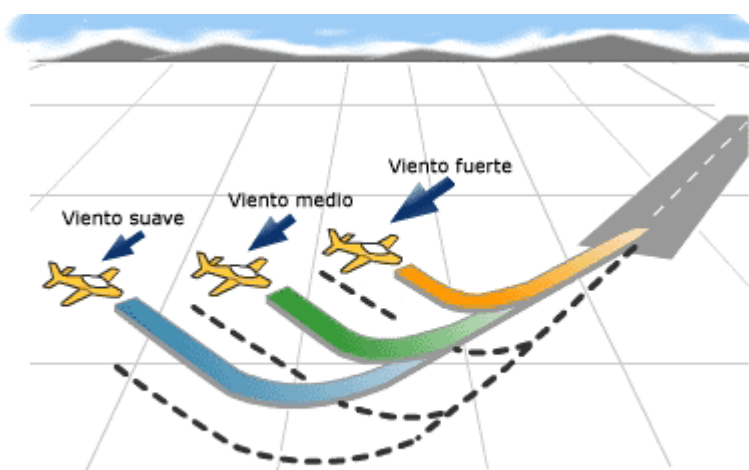

Fig.6.2.5 - Distancia de tramo base a la pista s/fuerza del viento
- Con viento de cierta intensidad en aproximación final o si se extienden flaps para mantener un ángulo de descenso pronunciado, el tramo base debería volarse perpendicularmente mas cercano a la pista que si el viento es suave o va a aterrizar con el avión limpio, o sea sin flaps extendidos (fig.6.2.5).